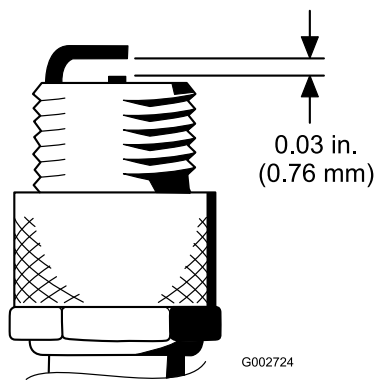

Figura 43
4. Ajuste la distancia entre los electrodos central y lateral a 0,76 mm (Figura 43).